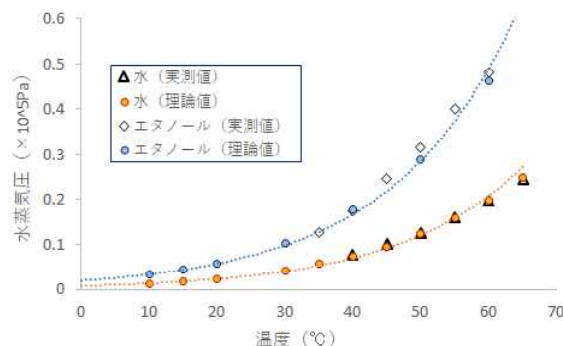

図4 飽和蒸気圧曲線と実験データ
- ⑥ 実験データをグラフ化し、水の飽和蒸気圧曲線と比較する。また、エタノールでも同様に行う（図4）。